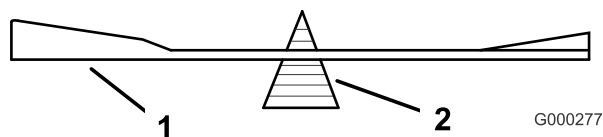
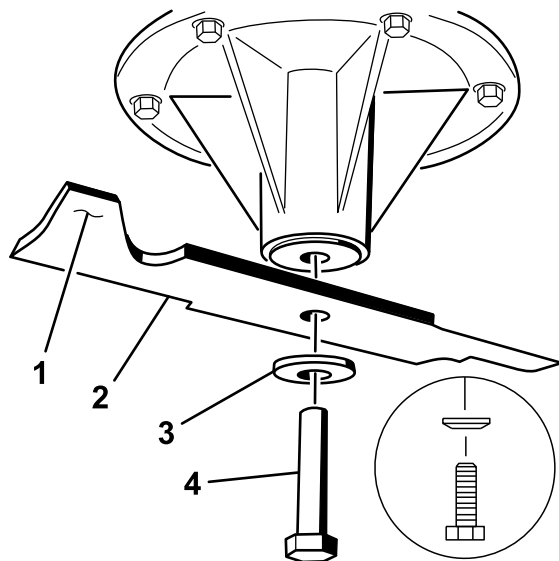

Figure 85
Figure 86
2. Retirez le boulon, la rondelle élastique et la lame de l'axe (Figure 86).
2. Vérifiez l'équilibre de la lame en la plaçant sur un équilibreur (Figure 85). Si la lame reste horizontale, elle est équilibrée et peut être utilisée. Si la lame est déséquilibrée, limez un peu l'extrémité de la partie relevée seulement (Figure 86). Répétez la procédure jusqu'à ce que la lame soit équilibrée.
2. Montez la rondelle bombée et le boulon de la lame. Le cône de la rondelle bombée doit être dirigé vers la tête du boulon (Figure 86). Serrez le boulon de lame à un couple de 115 à 150 N m.
1. Placez la lame sur l'axe (Figure 86).